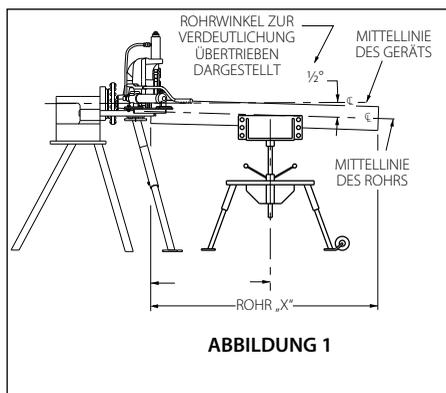

ABBILDUNG 1
- **Abbildung 1 zeigt den verstellbaren Rohrständer von Victaulic (VAPS 112). Der Typ VAPS 112 ist für Rohrdurchmesser von ¾" bis 12" geeignet. Der Typ VAPS 224 ist für die Größen 2" bis 24" erhältlich. Siehe „Zubehör“ auf Seite 27.**
1. Stellen Sie den Rohrständer in einem Abstand zum Werkzeug auf, der etwas über der halben Rohrlänge liegt (siehe Abbildung 1).
3. Stellen Sie die Höhe des Rohrständers so ein, dass sich das Rohr ca. ½° unter der Waagrechten befindet. Siehe Abbildung 1. Das Rohr muss auf der unteren Rolle des Werkzeugs aufliegen, wenn die Position unter der Waagrechten geprüft wird.